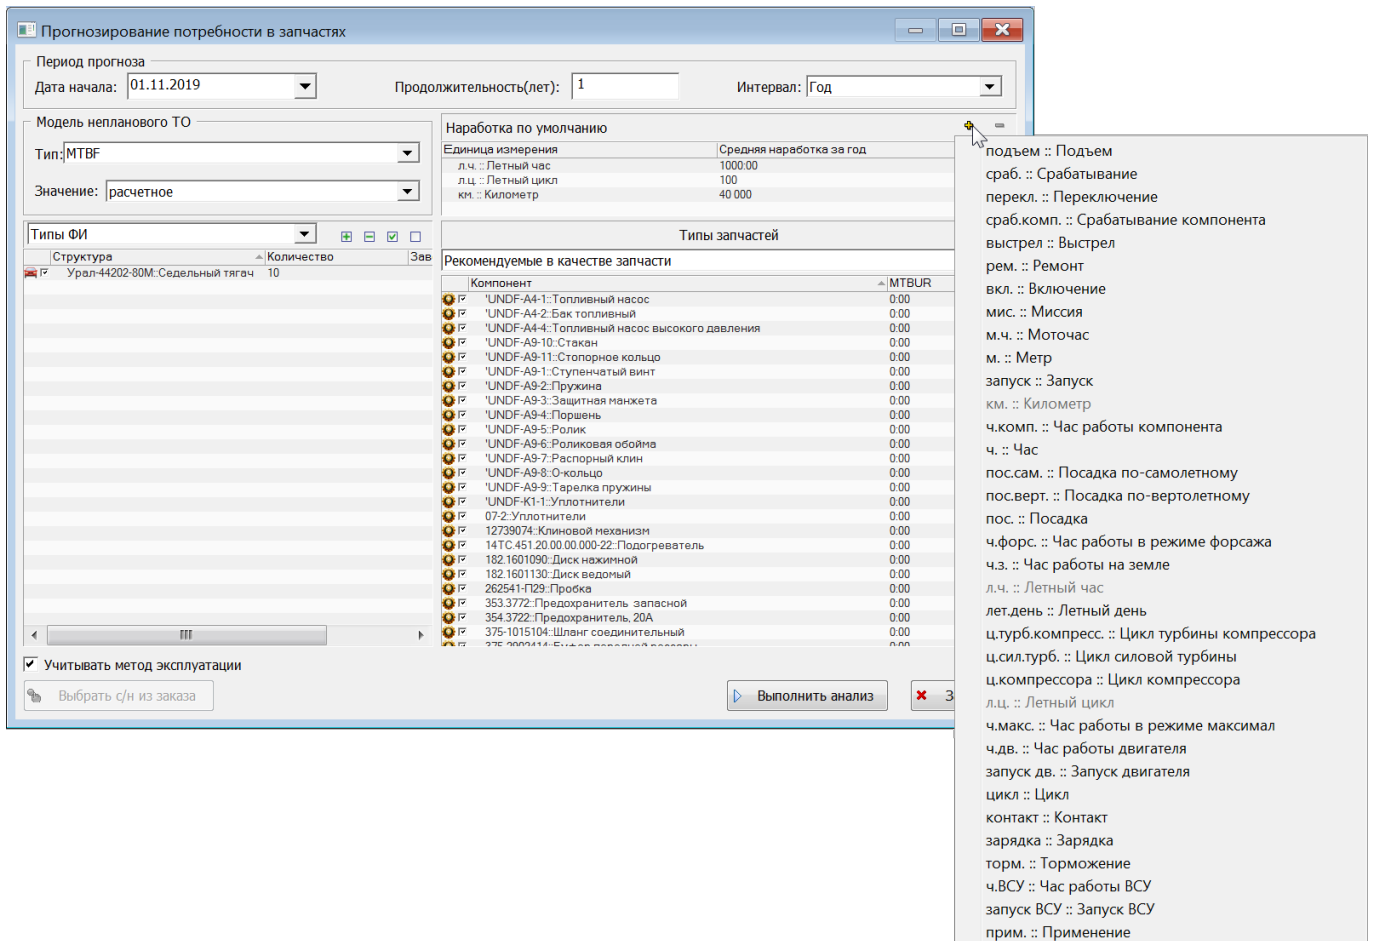
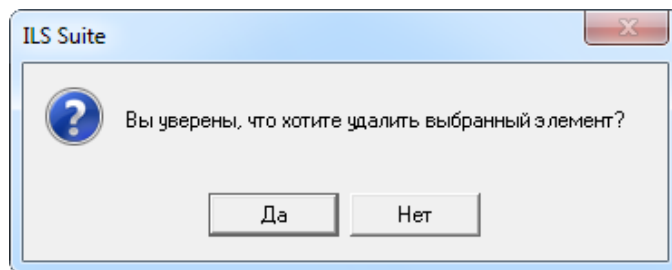

Рис. 16-16 – Единицы измерения наработки
Рис. 16-17 – Диалоговое окно
7) В группе полей «Наработка по умолчанию» указать наработку ФИ за год, необходимую для режима расчета по типам ФИ (в режиме расчета по экземплярам ФИ используется реальная наработка экземпляров ФИ по миссиям). Для этого нажать кнопку «Добавить единицу измерения наработки»  и в открывшемся списке выбрать нужное значение (рис. 16-16), после чего ввести значение наработки. Повторить действия для задания наработки в других единицах измерения. Для удаления единицы измерения выделить ее и нажать кнопку «Удалить единицу измерения наработки» . В открывшемся диалоговом окне нажать «Да» для подтверждения действия (рис. 16-17);